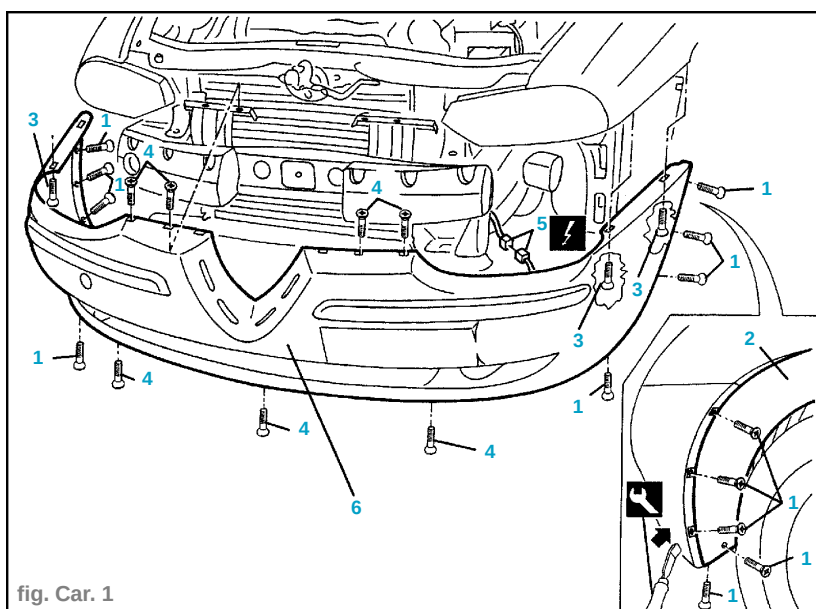

fig. Car. 1
- En intervenant les deux côtés du véhicule, dévisser les vis de fixation de l'extrémité du pare-choc avant (1) (fig. Car. 1).
- Séparer les passages de roue supplémentaire du pare-chocs avant, à l'aide de l'outil prévu à cet effet, dans les zones des vis déposées (2) :
- En intervenant à partir du côté inférieur, dévisser les vis de fixation du pare-chocs au pare-boue (3).
- Dévisser les vis de fixation centrales du pare-chocs (4).
- Déplacer légèrement le pare-chocs et déconnecter le raccord électrique (5).
- A l'aide d'un deuxième opérateur, récupérer le pare-chocs (6).